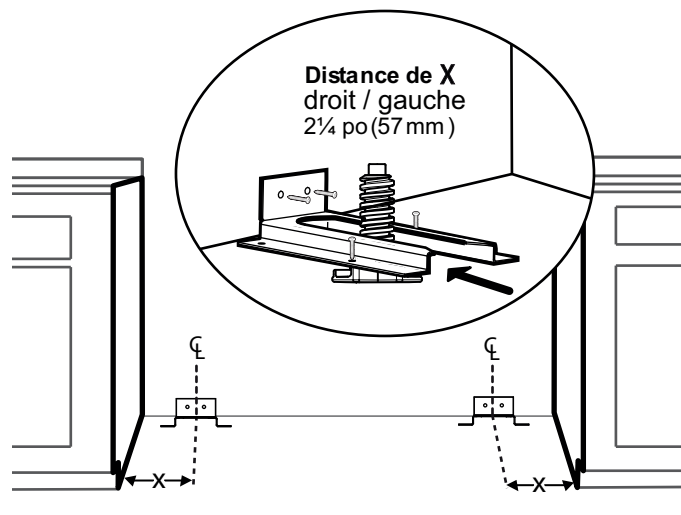

Figure 7 : Mise en place de la patte antibascule
1. Placez la patte sur l'emplacement comme indiqué à la Figure 7.